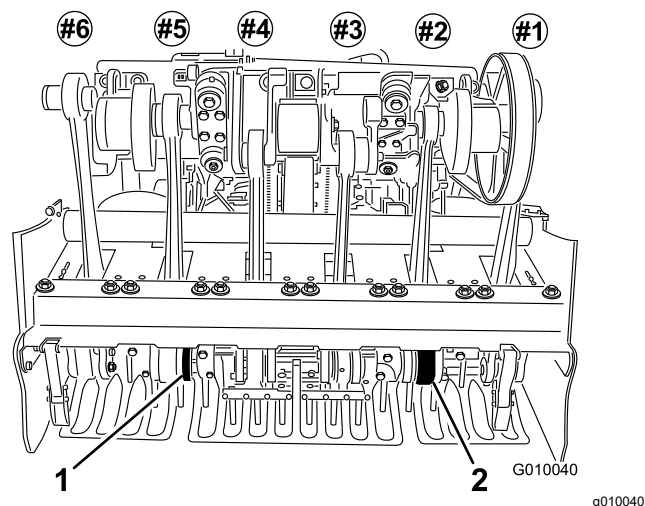

Рисунок 27
6. Установите зубья в держатели зубьев № 2 и № 5 (Рисунок 27). Затяните болты.